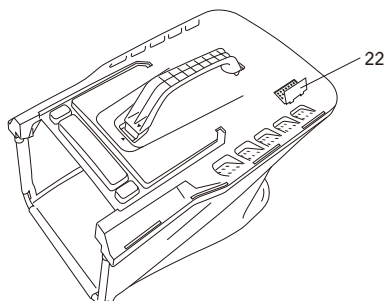

FIG. 12
Le sac à gazon est muni d'un indicateur de sac plein (22) (Fig. 12 et 13) qui indique le moment où le sac à gazon est plein.
1. Lorsque l'indicateur de sac plein (22) est ouvert, le sac à gazon dispose d'un volume restant suffisant pour ramasser le gazon (Fig. 12).